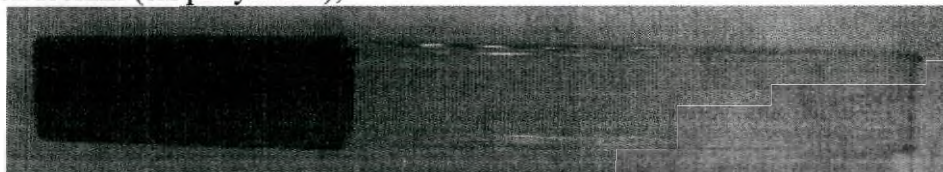

Рисунок 3
- классический (см рисунок 3);